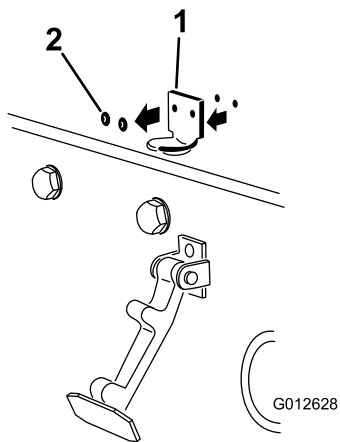

Рисунок 7
2. Извлеките 2 заклепки, которые крепят кронштейн защелки капота к капоту (Рисунок 7). Снимите кронштейн защелки капота с капота.